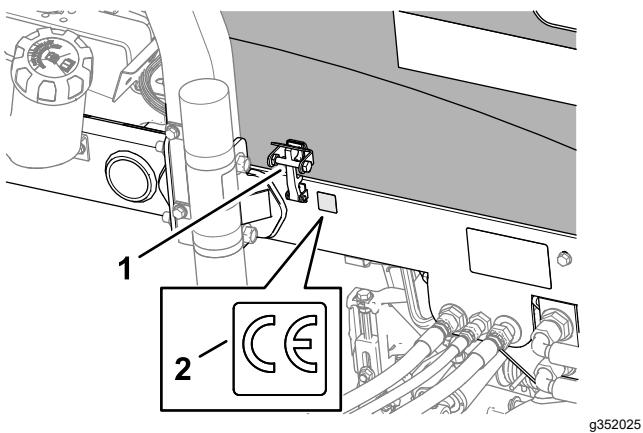

Рисунок 37
3. Начисто протрите левую раму рядом с защелкой капота спиртом и дайте раме высохнуть (Рисунок 37).
| 4. Снимите подложку и приклейте наклейку с маркировкой CE к раме, как показано на Рисунок 37 . | |